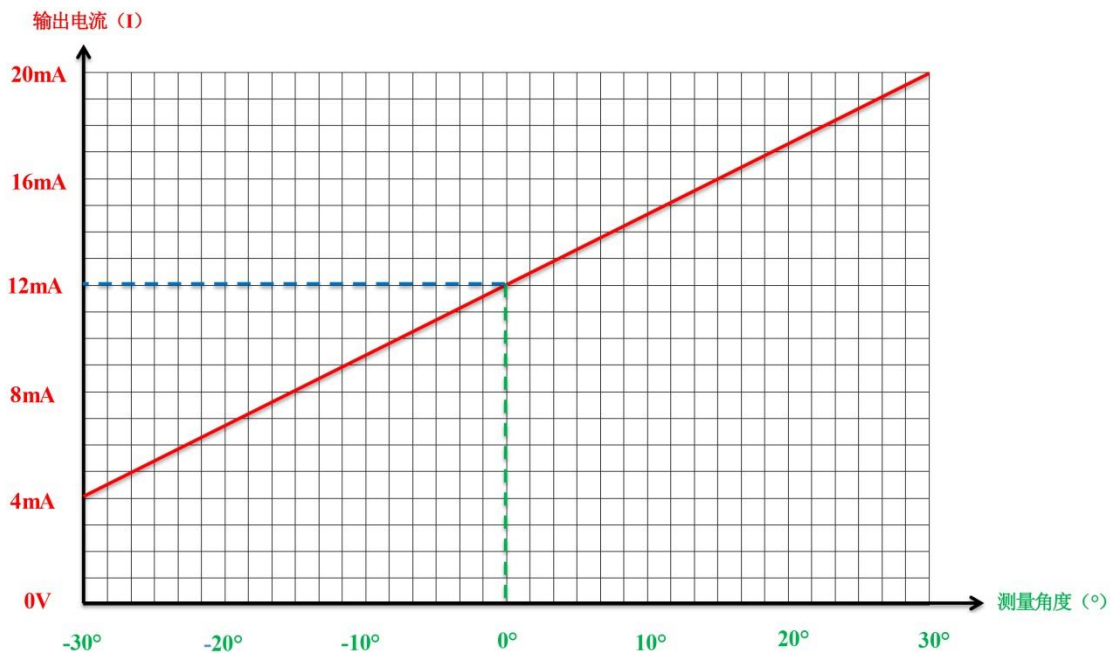

图 1 角度测量范围
例如 QKQ-104F-30-A420-6C15 : 表示 $0\sim 60^\circ (\pm 30^\circ)$ 测量范围 , $4\sim 20\text{mA}$ 线性输出电流信号 , 如图 1 所示 ;
1) 传感器的安装面与被测量面固定必须紧密、平整、稳定，如果安装面出现不平容易造成传感器测量夹角误差。见图1、2